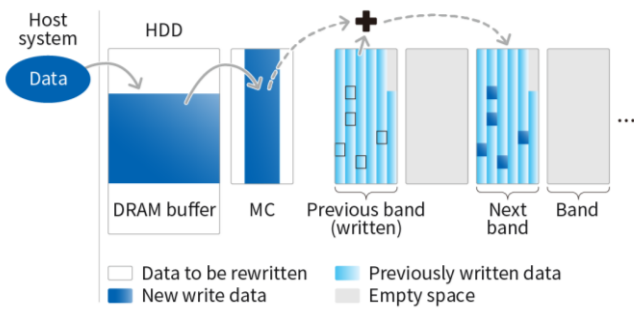

图 1. 驱动器管理的 SMR (DM-SMR) HDD 中的数据重写过程 – MC 被内部利用于需要重写的现有数据的随机写入操作。
监控系统中的 DVR 和 NVR 专为与现有文件系统配合使用而设计，需要与现有命令兼容的 HDD。此外，还需要 Drive-Managed (DM) 固件，以便现有系统的 CMR HDD 可以替换为高存储密度的 SMR HDD。基于 DM 固件的控制，来自主机系统的数据流被缓冲存储在 MC 中，MC 是磁盘上分配的辅助 SMR HDD 运行一个内部区域。当 HDD 的可用 MC 空间不足时，MC 中的数据将写入一个 band，或顺序写入一个重叠磁道集合(如图 1 所示)。如果这种情况是由于 HDD 长时间连续运行而造成的，则会频繁发生 MC 到 band 的数据传输。这将导致随机写入性能下降(1)。这是必须解决的关键挑战之一。